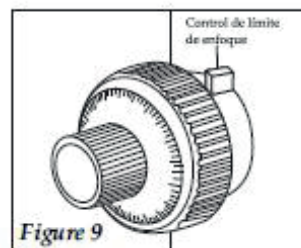

Figure 9
- Il y a aussi un système de control de la limite de la focalisation. Tous les modèles de cette série ont une bague pour éviter l'élévation de la platine plus loin d'un point que peut se déterminer une fois focalisé l'échantillon, et éviter de cette façon des possibles chocs accidentels pendant l'observation (fig.9). Ce mécanisme permet aussi la possibilité de réaliser une rapide focalisation de façon d'accélérer le procès d'observation quand on travaille avec plusieurs échantillons.